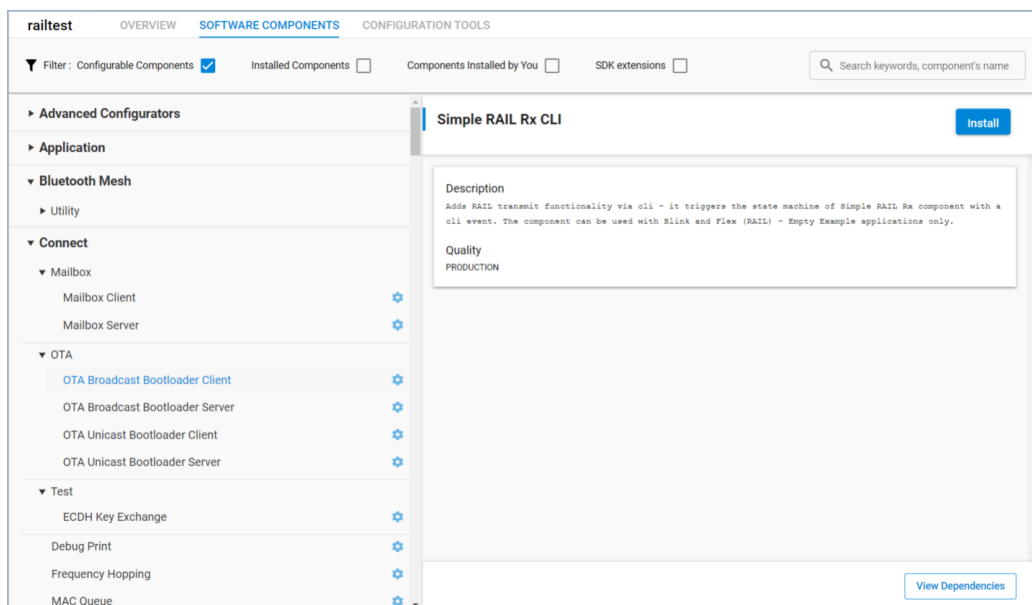

图 29 Software Components 安装
- (1) OVERVIEW：选择目标板和 SDK、工程信息、工程生成器 (Project Generators)。
- (2) SOFTWARE COMPONENTS：可以根据需要安装所需的软件组件，如图 29 所示。找到所需的组件后，点击 Install 按钮，自动安装。安装完成后，可以点击 Configure，通过图形化界面进行对安装的软件组件进行配置，也可以点击 View Source，编写源代码进行配置。